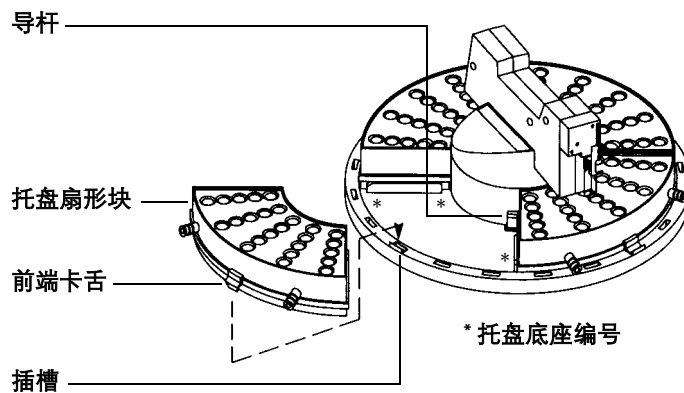

图 9 安装托盘扇形块
- 7 安装托盘扇形块（图 9）。务必使扇形块的编号与托盘底座的编号保持一致。